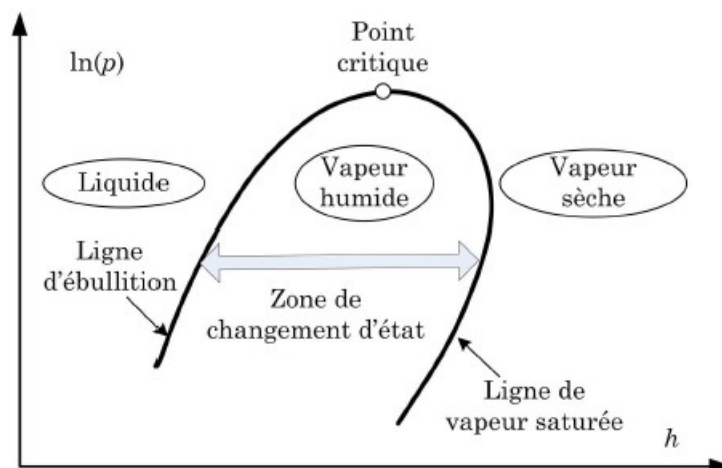

FIG. 1: *Diagramme de Mollier simplifié.*
Le diagramme de Mollier (figure 1) représente le logarithme de la pression  $p$  en fonction de l'enthalpie massique  $h$  du fluide caloporteur et permet ainsi de représenter l'évolution de l'état thermodynamique du fluide au cours du cycle de la pompe à chaleur.
- Représenter sur un diagramme de Mollier ( $\ln p, h$ ) dont vous tracerez l'allure sur votre copie ( cf figure 1 ) les quatre étapes du cycle, ainsi que les quantités  $q_{23}$ ,  $q_{41}$  et  $w$ .